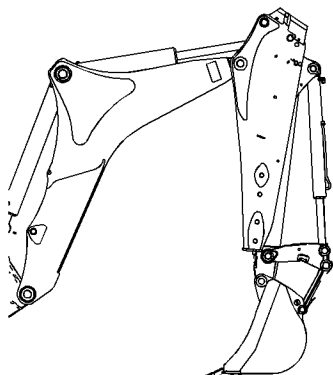

Ilustración 242
1. Estacione la máquina en suelo plano, como se muestra en la ilustración 242 .
3. Examine el espacio libre de la almohadilla de desgaste (3). Si el espacio entre la almohadilla de desgaste (3) y la superficie (4) es superior a 0,8 mm (0,032 pulg.), la almohadilla de desgaste requiere un ajuste.